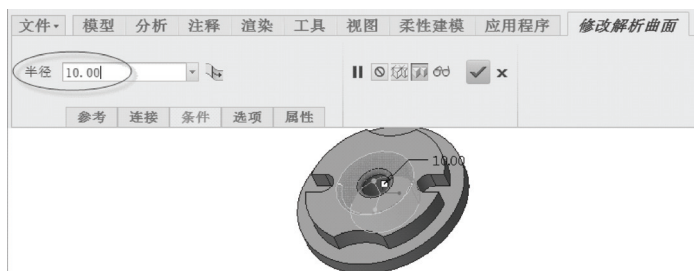

图 8-35 修改半径值
4) 在“修改解析曲面”选项卡的“半径”组合框中输入新半径值“10”，如图 8-35 所示。